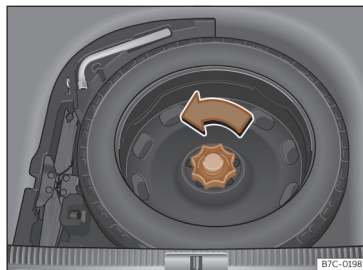

Fig. 209 Dans le coffre à bagages : plancher de chargement soulevé.
- Tournez la molette dans le sens inverse des aiguilles d'une montre >>> **fig. 209**.